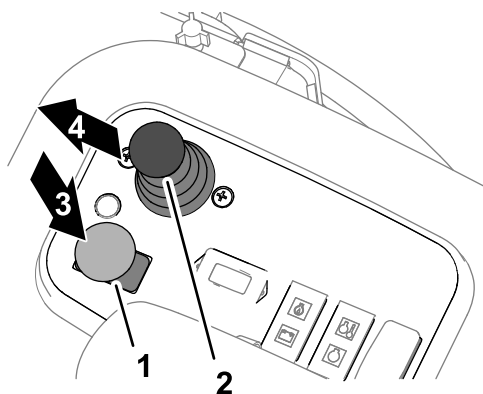

Figure 49
3. Placez la commande des unités de coupe en position DÉSENGAGÉE (Figure 49).
5. Déplacez le levier multifonction vers l'avant (Figure 49).